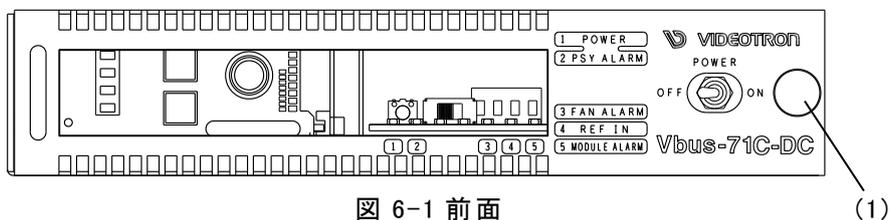

図 6-1 前面
(1) 前面パネルを外します。
・前面パネル固定用ネジ(図 6-1 (1))を十分に緩め、前面パネルをゆっくり手前に引いてカバーを外します。